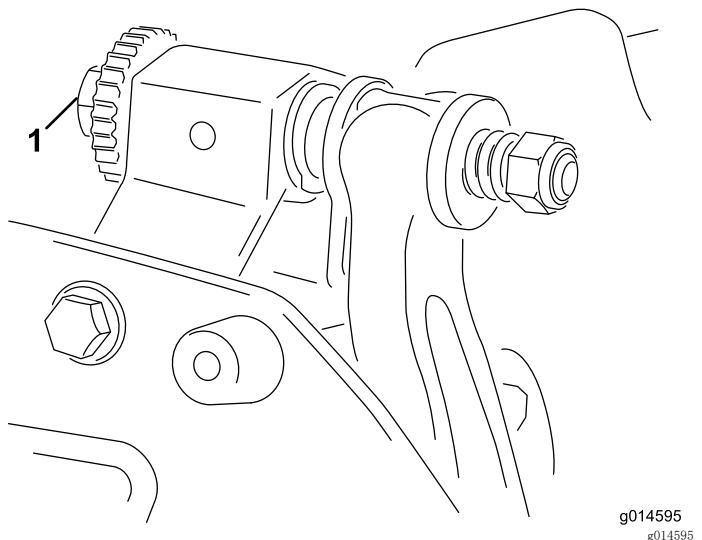

图9
- A. 顺时针旋转底刀架调节螺丝（图9），一次调整一格，直到感觉并听到轻微的接触。
6. 向右转动底刀架调节螺丝（图9），通过左右滑动薄垫片，直至感到薄垫片上存在轻微的压力。取出薄垫片。